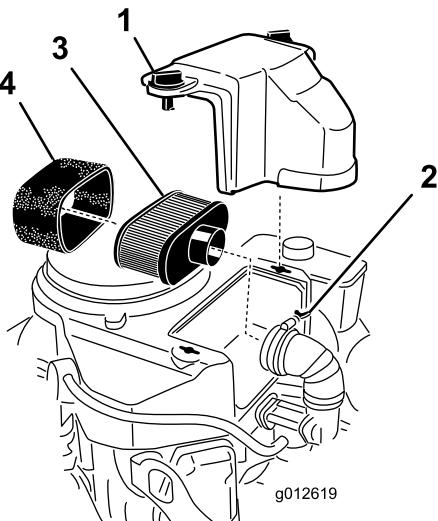

Figura 40
- Limpie alrededor del limpiador de aire de forma que la suciedad no penetre en el motor y cause daños (Figura 40).
- Desenrosque los pomos de la tapa y retire la tapa del limpiador de aire (Figura 40).
- Desenrosque la abrazadera y retire el conjunto del limpiador de aire (Figura 40).
- Retire cuidadosamente el elemento de gomaespuma del elemento de papel (Figura 40).
Nota: Si está muy sucio, cambie el elemento de papel por uno nuevo (Figura 40).
- Deslice cuidadosamente el elemento de gomaespuma sobre el elemento de papel (Figura 40).
- Coloque el conjunto del limpiador de aire sobre su base o manguera y sujetelo con la abrazadera (Figura 40).
- Coloque la cubierta del limpiador de aire y apriete el pomo de la cubierta (Figura 40).